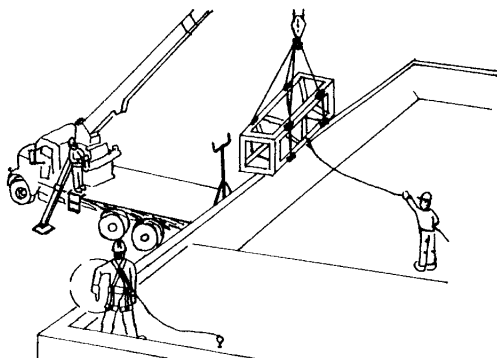

Figure 9
- Lorsqu'un travailleur agit comme signaleur, s'assurer qu'il soit bien en vue du conducteur et qu'il puisse communiquer avec celui-ci à l'aide d'une signalisation manuelle adéquate telle qu'illustrée en appendice de cette brochure, ou par un système de télécommunication lorsque les conditions l'exigent (réf. CS art. 3.10.5.-3) (figure 9).